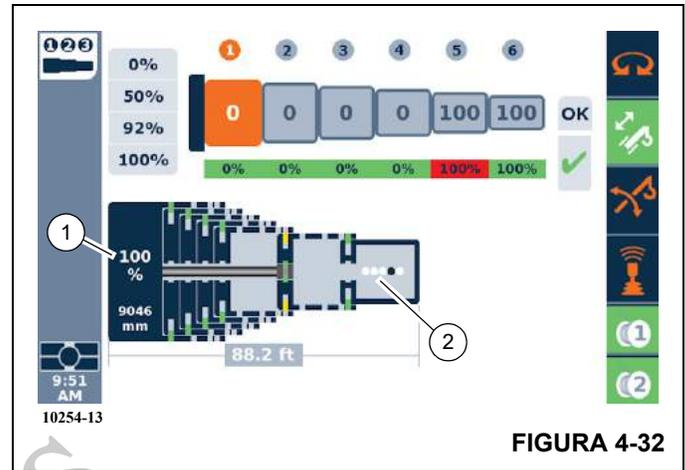
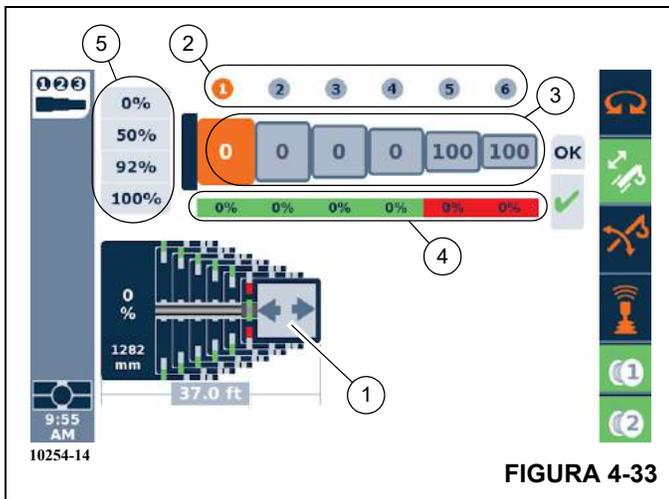

FIGURA 4-32
FIGURA 4-33
A tela do modo Semiautomático do mostrador do operador (consulte a Figura 4-32) exibe um esquema gráfico próximo à parte inferior da tela que indica o status atual da lança computado pelo sistema de controle do guindaste (no entanto, o operador deve continuar monitorando o status da lança física para comparar com esse esquema). Na Figura 4-32, é exibido 100% (1) para a posição do cilindro telescópico (acima do valor da distância de 9.046 mm). A representação gráfica da haste do cilindro telescópico projeta-se horizontalmente a partir da extremidade esquerda do esquema (próximo ao item 1). O final da representação gráfica da haste na seção da lança T5 que se encontra no local de fixação de 100%. A entidade retangular ligeiramente maior na extremidade direita da haste do cilindro telescópico representa o mecanismo de fixação.
O exemplo na Figura 4-32 exibe o valor de 9.046 mm para a extensão do cilindro telescópico dentro da lança. Esse é o valor do sensor de comprimento de precisão. O exemplo também mostra um valor de 88.2 pés como o comprimento total da lança. O exemplo mostra que a seção da lança T6 foi estendida anteriormente e travada em seu local de fixação de 100% e que a seção da lança T5 está sendo fixada no local de fixação de 100%. As seções de lança restantes são travadas no seu local de fixação de 0%.
Como mencionado anteriormente, há vezes em que o sistema de controle do guindaste realiza movimentos automatizados. O exemplo na Figura 4-32 mostra alguns pontos móveis (2) no final do gráfico esquemático. Esses pontos, assim como o ponto escuro indo para a esquerda e para a direita, indicam que os movimentos automáticos estão ocorrendo.
A Figura 4-33 mostra a mesma tela quando o operador puder controlar os movimentos das seções da lança. Nesse caso, existe uma seta apontando para a esquerda e/ou direita (1) (em vez dos pontos mostrados na Figura 4-32). Como é consistente com a orientação do esquema, a seta para a esquerda indica a retração da lança, a seta para a direita indica a extensão da lança. O dispositivo de controle (normalmente o controlador na opção padrão do controlador) seria movido para a esquerda para retrain a lança e seria movido para a direita para estender a lança (tendo em mente que apenas uma seção da lança — a seção da lança a que o cilindro telescópico está travado — estaria em movimento).
As setas (1, Figura 4-33), em algum momento do processo da função telescópica, piscarão. O piscar é uma indicação de que um evento de destravamento ou travamento ocorrerá se o operador mantiver o controlador na direção dessa seta por pelo menos 1 segundo. Se esse evento começar, então a tela mudará para os pontos (como descrito para Figura 4-32) para que o operador saiba que um movimento ou ação automatizados estão ocorrendo novamente.
Como visto na Figura 4-33, há conjuntos de valores numéricos na parte superior da tela acima do esquema gráfico da lança.
Primeiro, há um conjunto de valores em uma linha superior com valores de 1 a 6 em círculos (2, Figura 4-33). Os números 1 a 6 nos círculos indicam as seções da lança telescópica (ou "seções de telescópio"). O número 1 é para a seção da lança que é a maior e mais próxima da seção da base. Essa é mencionada como T1. Isto então prossegue de T2 a T6 para os valores de 2 a 6.
Os valores sob esses números de indicação de seção de lança representam a configuração final da lança solicitada (ou "imagem do telescópio de destino"). A Figura 4-33 mostra esse conjunto de valores como 0-0-0-0-100-100 (3). Isso significa que T5 e T6 devem ser estendidas para a sua localização de fixação de 100%, T2 deve ser estendida para a
Segundo, há um conjunto de valores percentuais exibidos sob os valores de configuração final da lança solicitados. Na Figura 4-33, eles são mostrados como 0%-0%-0%-0%-0%-0% (4). Isso representa a configuração da lança real atualmente computada do sistema de controle do guindaste (ou "imagem do telescópio real"). Isso pode ser entendido como a maneira como a lança se parece "agora" (mas, como mencionado acima, o operador deve estar ciente da lança física para comparar com esses valores). À medida que a lança é operada, essa configuração da lança calculada mudará (assim como o gráfico esquemático para o sistema da lança mudará no mostrador). Mas o operador deve entender que a configuração final da lança solicitada não mudará à medida que a lança for operada (é o destino final para o movimento da lança).
- Ao usar o ODM, o botão Enter é usado para o OK mostrado na tela. Isso envia os dados solicitados para o sistema de controle do guindaste. Se essa configuração for considerada aceitável, uma marca de verificação será mostrada abaixo de OK, como visto na Figura 4-33. Se a configuração não for considerada aceitável, será mostrado um X vermelho em vez da marca de verificação (Figura 4-36). Como exemplo, não é permitida uma configuração final solicitada da lança de 0-100-0-100-0-100.
- Assim que o cilindro telescópico for considerado travado na seção da lança que deve ser movida primeiro (T6 no exemplo atual Figura 4-33) pelo sistema de controle do guindaste, a seção da lança será destravada (essa é uma ação automatizada).
- Após a seção da lança ser destravada, as setas de direção da função telescópica aparecerão como exibido na Figura 4-33.
- Quando a seção da lança T5 é destravada, as setas de direção da função telescópica para a esquerda e para a direita aparecerão novamente (como mostrado na Figura 4-33).